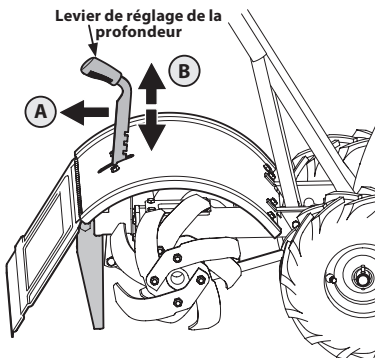

Figure 14
3. Déplacez le levier de réglage de la profondeur complètement vers le bas à la position de transport pour que les dents ne touchent pas le sol. Pour changer le réglage de la hauteur, tirez sur le levier de réglage de la hauteur (A) et vers le haut ou vers le bas (B), ensuite relâchez le levier (C) à la position voulue. Voir la Figure 14.